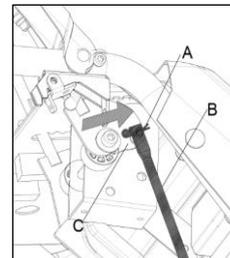

Рис. 8
Прикрепите другую сторону штока управления приводом (B) к штифту в нижней части рычага переключения передач и закрепите шплинтом (A) (Рис.8).